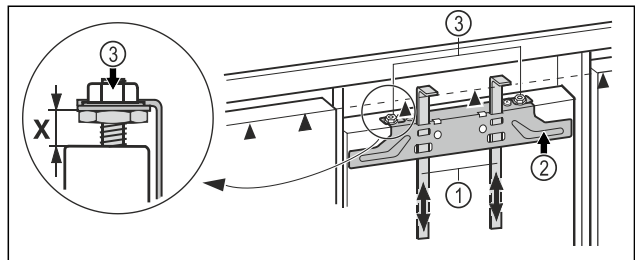

Fig. 43
- Montagehilfen Fig. 43 (1) auf Möbeltürhöhe hochschieben. Untere Anschlagkante ▲ der Montagehilfe = Oberkante der zu montierenden Möbeltür.
- Befestigungstraverse Fig. 43 (2) über die Kontermuttern Fig. 43 (3) abschrauben.